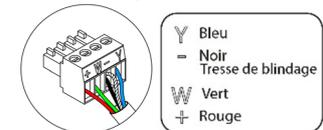

Fig. 23
- ③ Pour la connexion du thermostat vous disposez d'une borne à 4 broches. Fixez les câbles à l'aide des vis de la borne, en respectant le code couleur (Fig. 23).